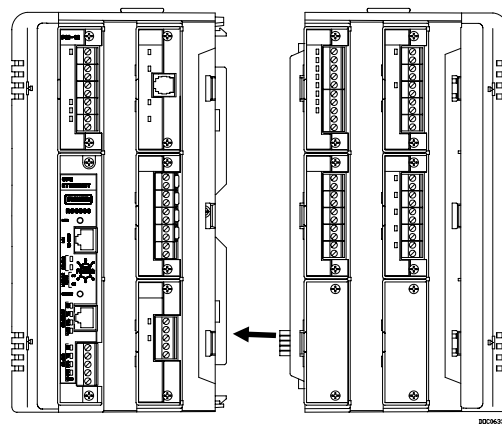

图 2-5. EXP 背板上的电源连接器
3. 调整位置，轻轻地将 EXP 的前右缘压向 ROC827 的前左缘。这样 EXP 背板上的电源连接器就可与 ROC827 背板上的插孔对准（请参阅图 2-5）。
ROC827 使用标准的 ROC800 系列中央处理器 (CPU)，其中包含有微处理器、固件、与背板相连的连接器、三个内置通信端口（其中两个配有 LED）、一个 LED 低功耗唤醒按钮、一个复位按钮、应用许可证密钥连接器、一个状态 LED（指示系统完整性）以及主处理器（请参阅图 2-5 和 2-6 以及表 2-1 和 2-2）。
5. 将一个小螺丝刀放在 CPU 模块顶部或底部的弹片下方，然后轻轻地撬动 CPU 模块使其脱离插槽。您会发现在顶部的弹片上撬动 CPU 是最容易的，然后小心撬动底部的弹射装置（请参阅图 2-5）。您会感觉到并且听到 CPU 与背板分离。
4. 拧紧 CPU 模块面板上的两个螺丝（请参阅图 2-5）。